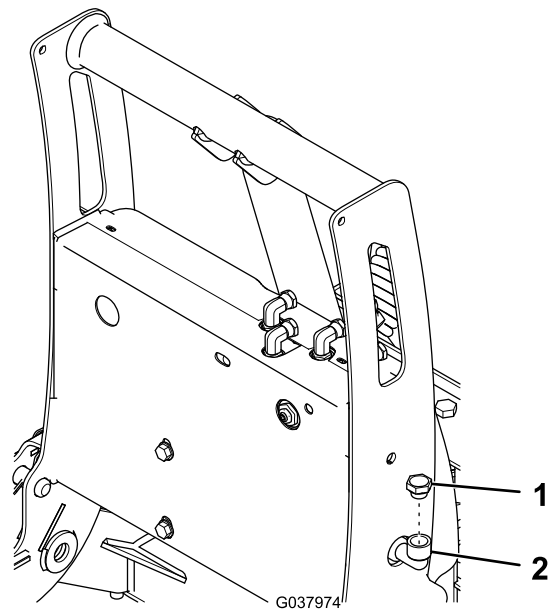

Bild 8
3. Nehmen Sie den Fülldeckel vom Einfüllkrümmer des Hydraulikbehälters ab (Bild 8).